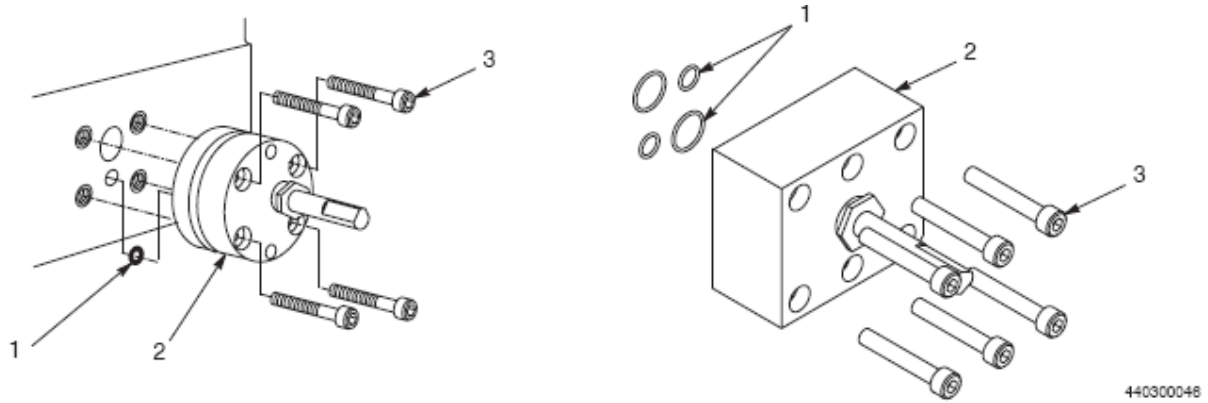

图 5-6 更换泵（所示为单流泵和双流泵）
8. 参见图 5-6。取下泵螺钉（3），然后卸下泵（2）和 O 形圈（1）。